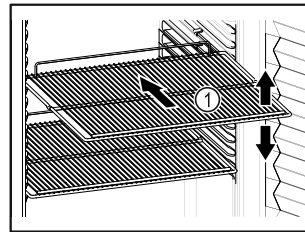

Fig. 58 Приблизне відображення
- Якщо решітки для зберігання Fig. 58 (1) знімні, відрегулювати по висоті.